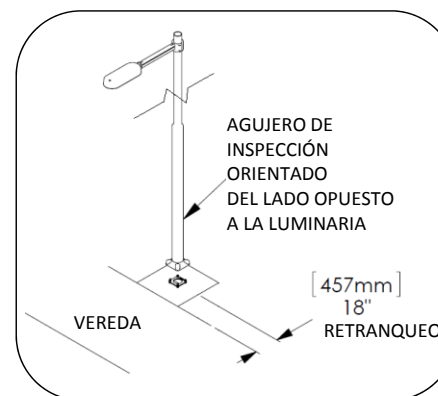

Fig. 1: Orientación del poste
1. Eleve el poste de luz hasta su posición sobre los anclajes instalados (consulte el manual de instalación del kit de anclaje Candela) como se indica en la Fig. 1. Asegúrese de que la placa de apoyo esté apoyada en las cuatro arandelas.